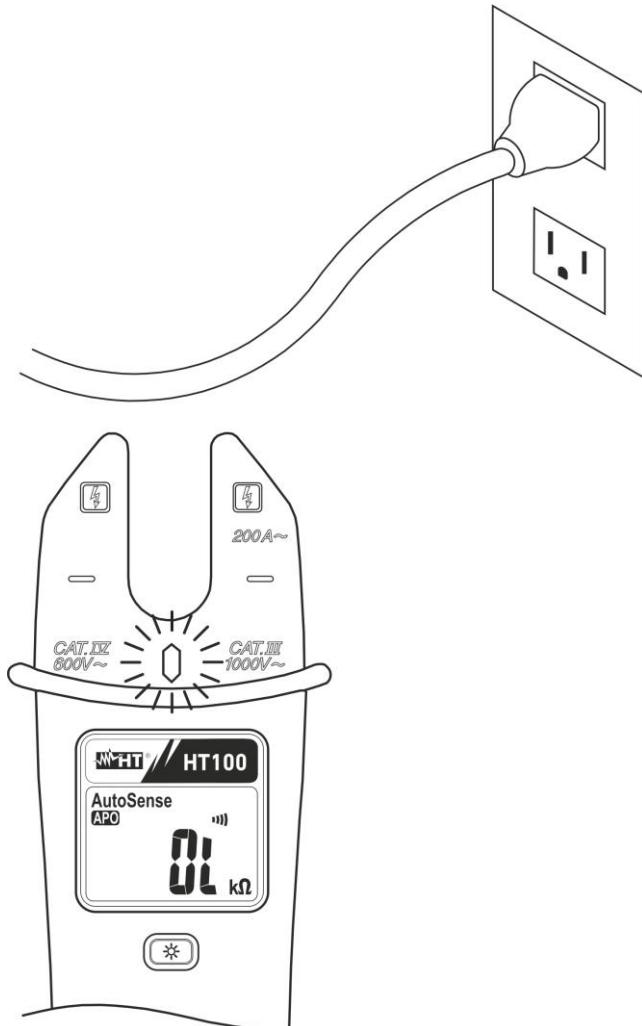

Fig. 4 : Utilisation de la pince pour la fonction « Voltsense »
2. Approcher l'instrument dans le voisinage du point en question (voir Fig. 4)